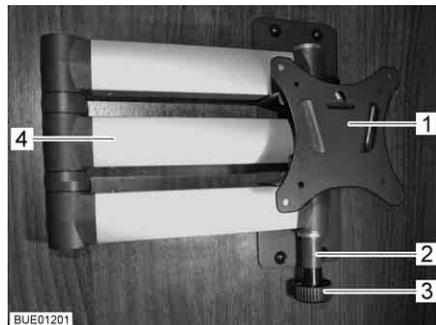

Fig. 52 Support à bras articulé
- Tirer sur le bouton de déverrouillage (Fig. 52,3). Le bras articulé (Fig. 52,4) est déverrouillé.
- Faire retourner l'écran plat dans sa position initiale jusqu'à ce que le support (Fig. 52,1) s'enclenche dans le verrouillage (Fig. 52,2).